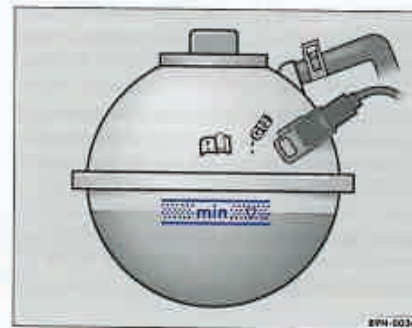

Fig. 8 În compartimentul motorului: Marcaj pe vasul de expansiune al lichidului de răcire
- Verificați nivelul lichidului de răcire când motorul este rece în funcție de marcasele de pe vasul de expansiune ⇒ pagina 51, fig. 8.
- Atenție, nivelul lichidului de răcire trebuie să se încadreze în marcaj ⇒ pagina 51, fig. 8, cel puțin deasupra marcajului "min". Nu completați peste marginea superioară a domeniului marcat.
Când motorul este cald, nivelul lichidului de răcire se poate afla și deasupra marginii superioare a marcajului ⇒ pagina 51, fig. 8.
Adăugați lichid de răcire numai când motorul este rece și numai până la marginea superioară a zonei marcate ⇒ pagina 51, fig. 8. Surplusul de lichid de răcire va fi eliminat din sistemul de răcire la încălzirea acestuia.